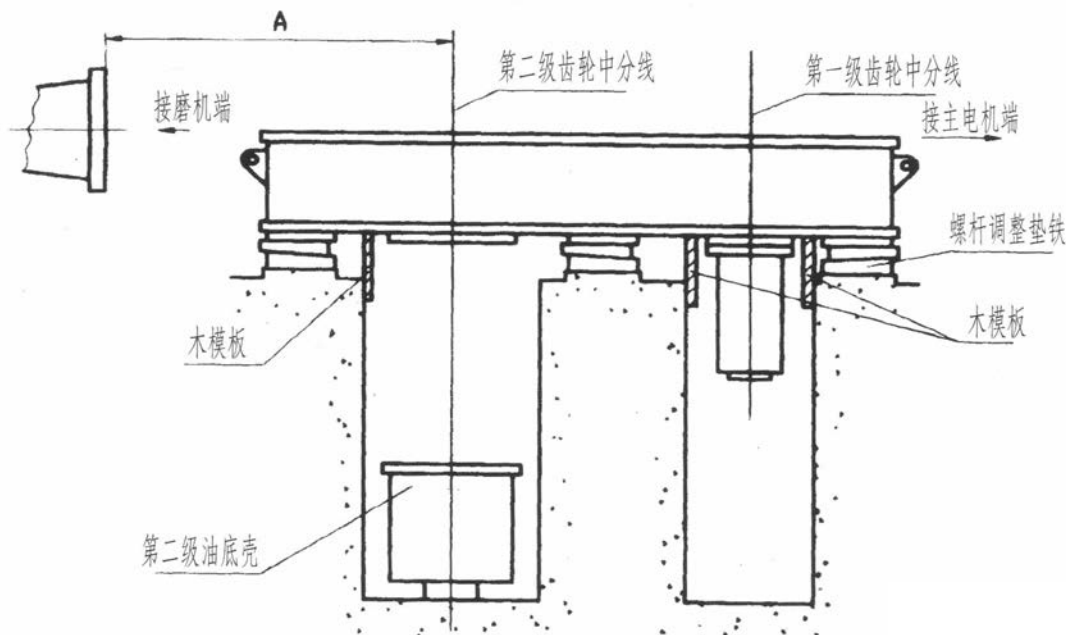
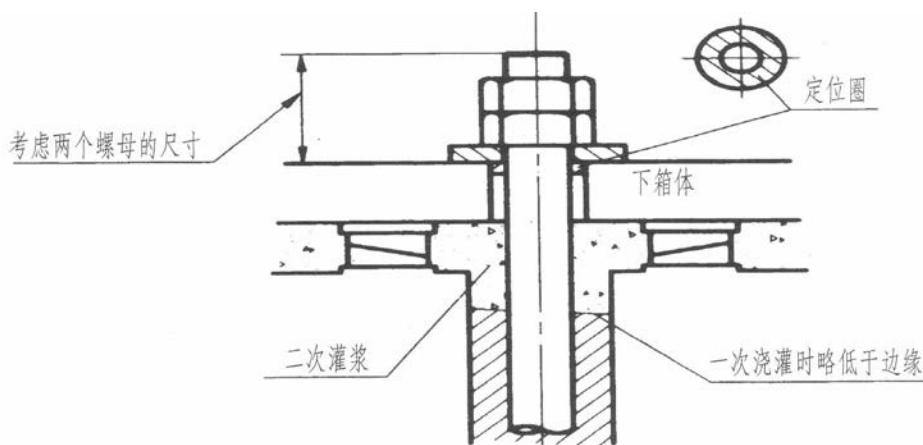

图 1-5 安装位置示意
图 1-8 地脚螺栓
3.2.5 将下箱体水平吊放到临时垫铁上，使其中心线对准基础面上已画好的两个基准点。同时使第二级中分线与磨机传动接管端面的距离（图 1-5 中 A）等于基础安总的说来示意图中规定的“A”值。
3.2.8.1 按图 1-8 要求将地脚螺栓垂直固定在箱体地脚螺栓孔的中心位置。为防止偏离，可用 $\delta = 2\text{mm}$ 的铁皮做一定位圈，其内孔套在螺栓上，外圈放在箱体孔中，浇注后将其取出。
3.2.10 拧紧地脚螺栓。在混凝土达到设计强度 80% 以上后，才允许拧紧地脚螺栓。拧紧次序一般从中间向两侧交错对角进行，施力应均匀。按图 1-8 用双螺母锁紧。螺母与垫圈，垫圈与箱体均应保持面接触。
3.2.13 二次灌浆。灌浆前应按图 1-5 安好模块，清理干净表面杂物、油污，混凝土强度等级 C25 及以上。砂浆质量由土建工程师确定，其标高应符合图 1-8 要求，确保调整垫铁固定牢靠。二次灌浆先进行两地沟之间的两个地脚螺栓，其余待减速机负荷试验后进行。